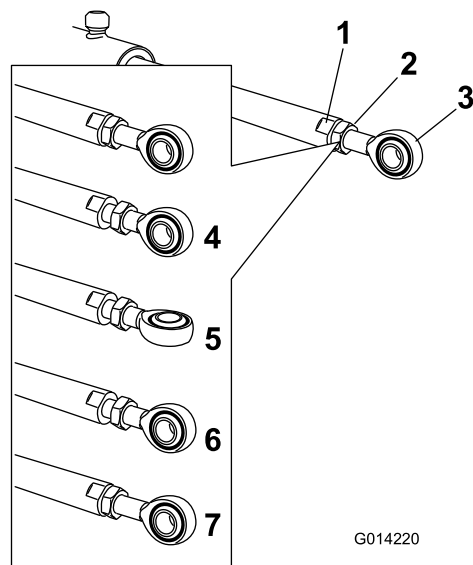

Figura 110
5. Utilizai o cheie pe pările plate ale tijei dispozitivului de acionare pentru a o imobiliza, apoi slăbiți contrapiuliă pentru a permite reglarea tijei cu ureche (Figura 110).
6. Rotii tija cu ureche în tija dispozitivului de acionare pentru a scurta sau a prelungi dispozitivul de acionare extins în poziia dorită (Figura 110).